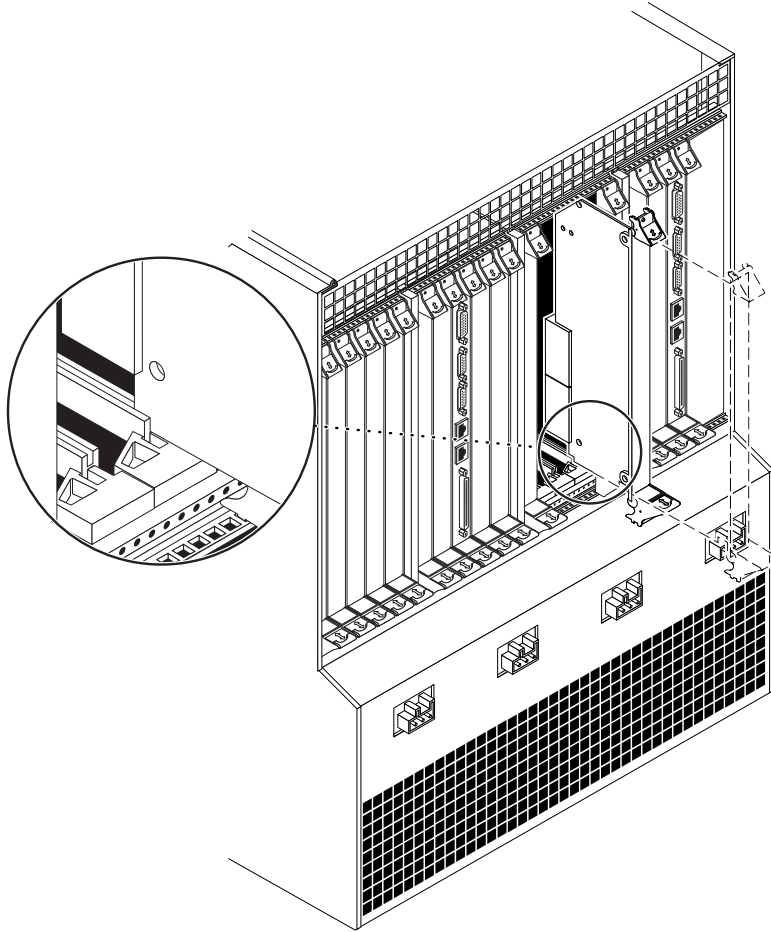

图 4-10 将卡与后插件箱方形切块对齐
5. 保持该卡垂直，将 I/O 后转换卡插入两个导轨之间的插槽中（图 4-10）。